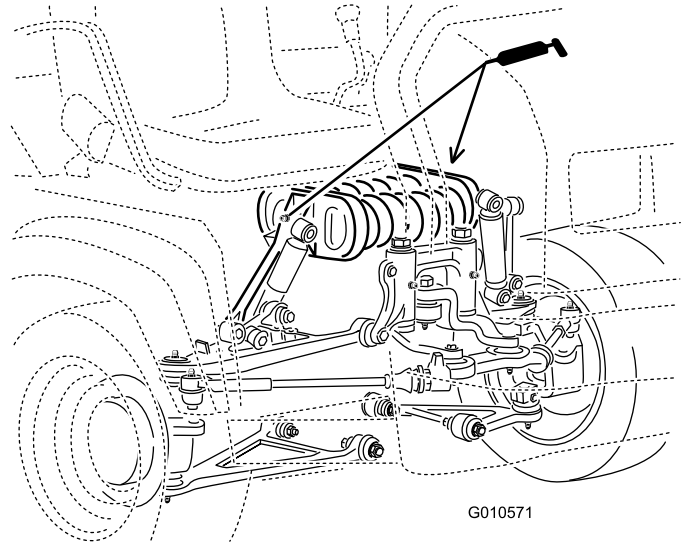

Figure 37
- **Tourelle de suspension (2)** ; voir Figure 37